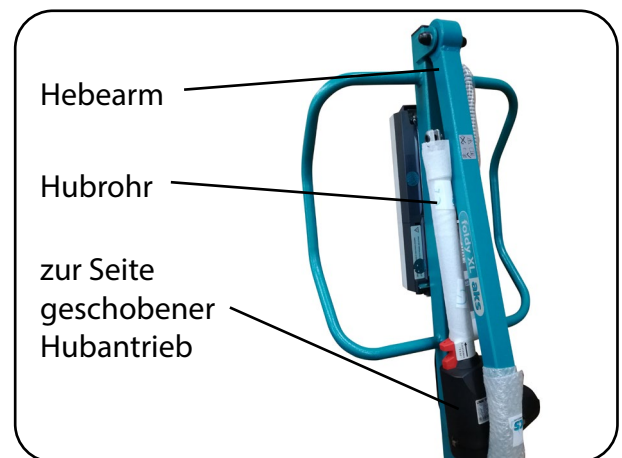

Abb. 13.2.02 - Hubantrieb und Hebearm
3. Schwenken Sie zuerst den Hubantrieb und anschließend den Hebearm zum Standmast. Der Hubantrieb muss dabei zur Seite geschoben werden, um für den Hebearm Platz zu schaffen. Ansonsten besteht die Gefahr der Beschädigung des Antriebrohres (Abb. 13.2.02).